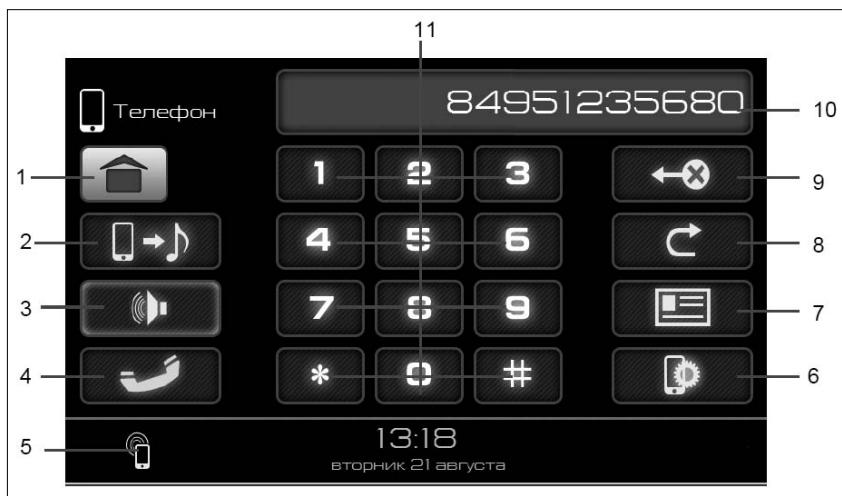
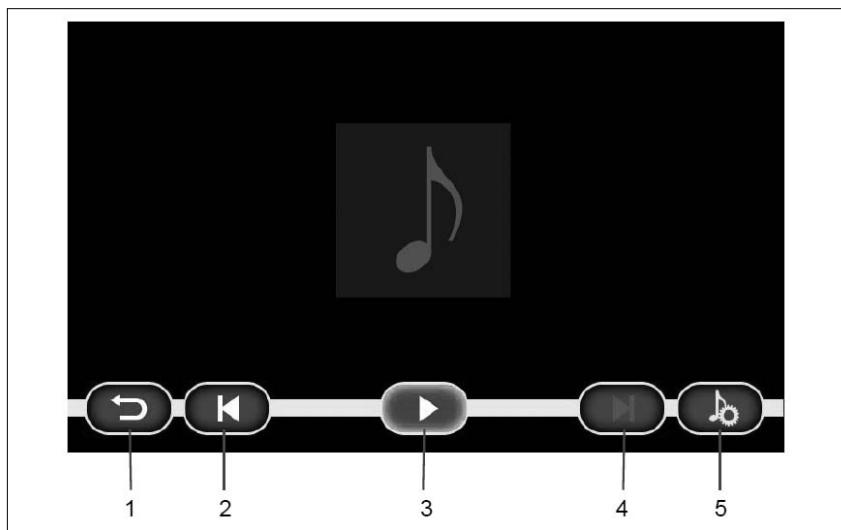

Рис. 10. Окно режима «Телефон»
Рис. 13. Окно проигрывания аудиофайлов с телефона
Подтверждение соединения с телефоном отображается появлением символа телефона (5) (рис. 10) в нижнем левом углу в следующих окнах: главное меню, телефон, радио, аудио, видео, фотографии, настройки, информация.
Выберите режим работы с телефоном последовательным нажатием кнопки **MODE** (рис. 1) на лицевой панели или нажатием кнопки «**Телефон**» (рис. 2) в главном меню на дисплее. Наберите номер, используя цифровую клавиатуру (кнопки **11**, рис. 10). Для исправления ошибок набора используйте кнопку **9** (рис. 10). Однократное нажатие удаляет последний введенный символ. Удержание кнопки **9** (рис. 10) более одной секунды позволяет удалить все введенные символы. Нажмите кнопку **4** (рис. 10) для вызова абонента, при этом появляется окно диалога. Для завершения разговора нажмите кнопку
4 (рис. 11). Для повтора последнего набранного номера нажмите кнопку **8** (рис. 10).
Для перехода в окно телефонной книги нажмите кнопку **7** (рис. 10). При первом подключении будет осуществлена загрузка телефонной книги из вашего телефона. Время загрузки зависит от размера телефонной книги и может занять несколько минут. Фотографии контактов с телефона не переносятся.
Переключиться в этот режим можно, нажав кнопку **2** (рис. 10). Экран проигрывания аудиофайлов с телефона аналогичен экрану воспроизведения аудиофайлов с SD- и USB-карты памяти и имеет следующие кнопки управления (рис. 13). Информация о проигрываемом файле не отображается.
При нажатии кнопки старта воспроизведения (кнопка **3**, рис. 13) в телефоне в фоновом режиме запускается плеер, открыв который можно увидеть информацию о проигрываемом треке. Управление проигрыванием можно осуществлять из плеера телефона.